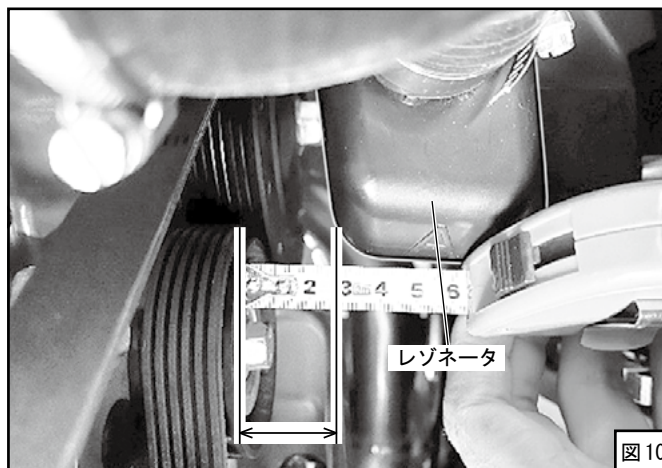

図10
- レゾネータとベルト部のクリアランスが15mm以上確保されるように位置決めをしてください。(図10)
- (7) 位置が決まったらホースバンドを固定し、マーキングに使用したマスキングテープ等を剥がしてください。